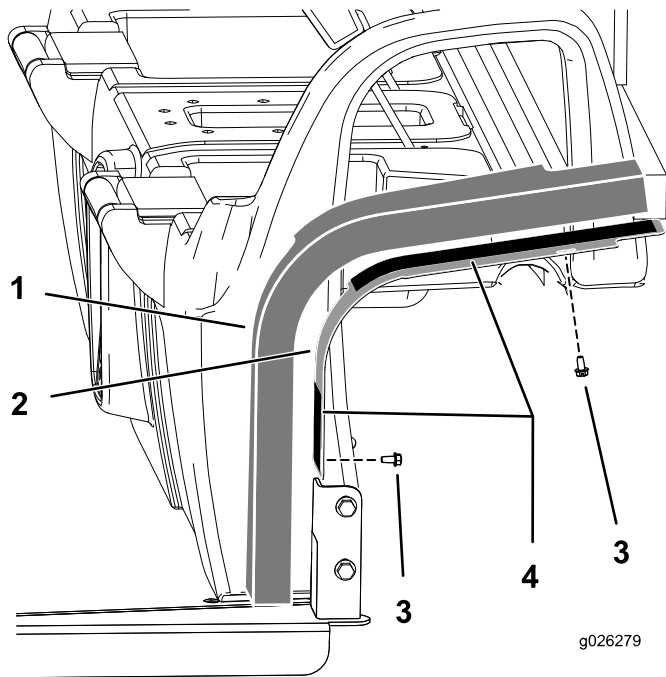

Figura 7
1. Sujete las chapas de montaje a la cabina con 4 pernos (1/4"), según se muestra en la Figura 7.
3. Retire el papel protector de la cinta de doble cara de las chapas de montaje (Figura 7).
4. Instale las planchas de gomaespuma en el conjunto (Figura 7).